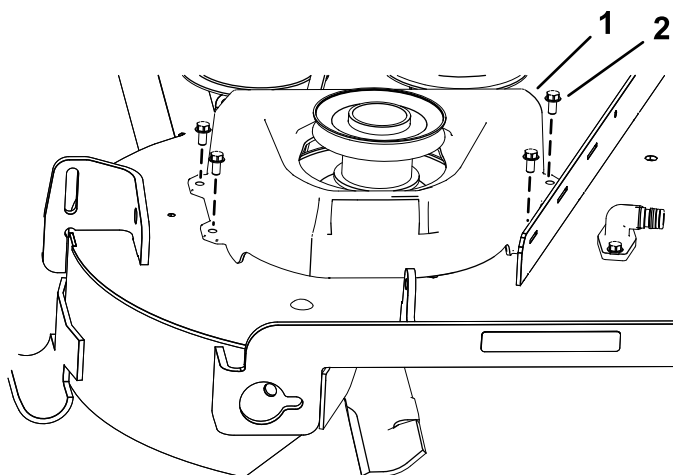

Figura 12
- Instale a nova cobertura da correia no conjunto da polia utilizando os 4 parafusos previamente removidos (1/4 x 1/2 pol.) como se mostra na Figura 12.